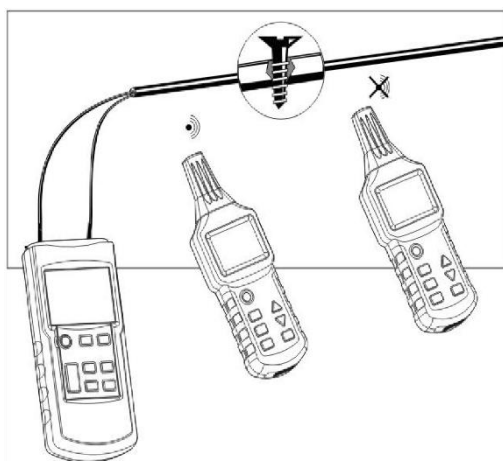

Fig.20
- Tilslut **Senderen** som vist på Fig.20.